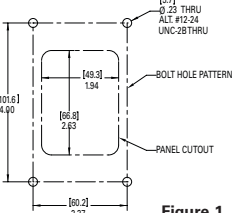

Figure 1
1. Monter les prises CFS au boîtier en position verticale. Voir la figure 1 pour connaître les dimensions de coupe.